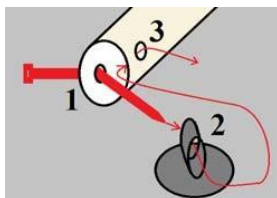

Рисунок 2.4
- просунуть стяжку сначала в одно боковое отверстие каркасной стойки, далее просунуть в ушко специального крепления на емкости, и вытащить стяжку через оставшееся боковое отверстие каркасной стойки (рисунок 2.4);